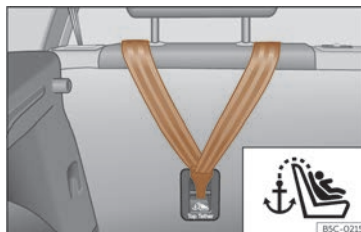
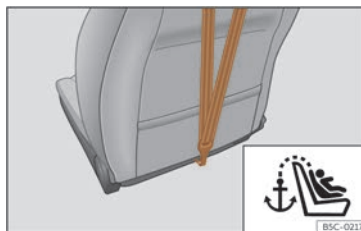

Fig. 43 Arrière de la banquette arrière : ancrage pour la ceinture Top Tether.
Fig. 44 Arrière du dossier du siège du passager avant : ancrage pour la ceinture Top Tether (non disponible sur tous les marchés/versions).
Les sièges pour enfants avec système Top Tether sont équipés d'une sangle supplémentaire pour les fixer à un point d'ancrage du véhicule. Ce point d'ancrage est situé à l'arrière du dossier de la banquette arrière et du passager avant¹⁾ (identifié par le symbole ) et il procure une meilleure retenue >>> **fig. 43, >>> fig. 44.**
- Faites glisser la sangle et fixez-la correctement à l'aide de l'ancrage derrière le dossier >>> **fig. 43**, >>> **fig. 44**.